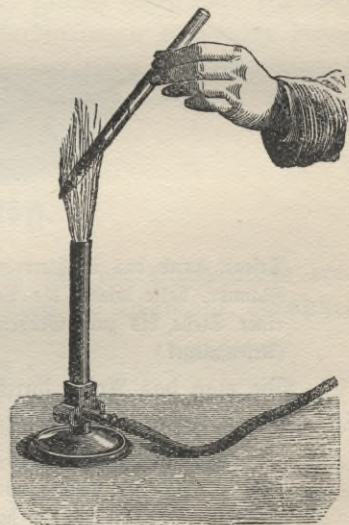

Fig. 36.
**Versuch 1** (Fig. 36): Tue in ein gut getrocknetes, kleines Schmelzrohr eine Spur Arsenik und darüber einen 1—2 cm langen Splitter Holzkohle. Erhitze zuerst die Stelle, wo die Kohle liegt, dann das Arsenik und achte auf die Wand des Rohres. Der dunkle spiegelnde Beschlag über der Kohle ist Arsen. Was ist mit dem Arsenik geschehen? Welche Rolle spielt dabei die Kohle?